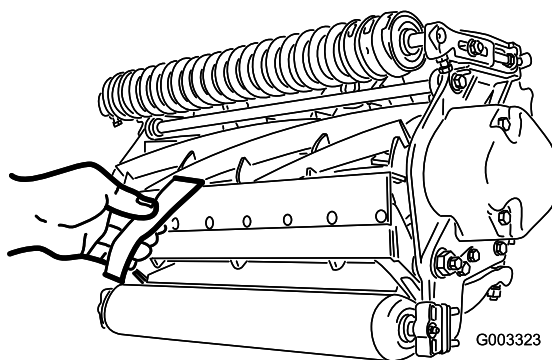

Рисунок 13
10. Проверьте характеристики скашивания, вставив длинную контрольную полоску бумаги (№ 125-5610 по каталогу Того) между барабаном и неподвижным ножом, перпендикулярно неподвижному ножу (Рисунок 13). Медленно проворачивайте барабан вперед. При этом бумага должна разрезаться.